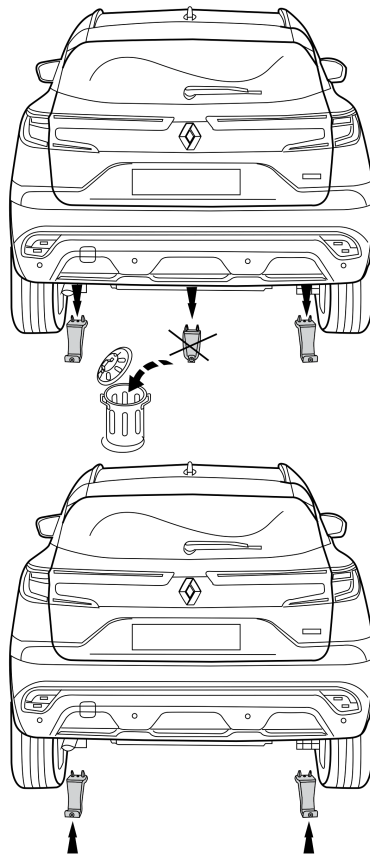

Fig. 1
1. Снять указанные пластмассовые части. См. рисунок 1.